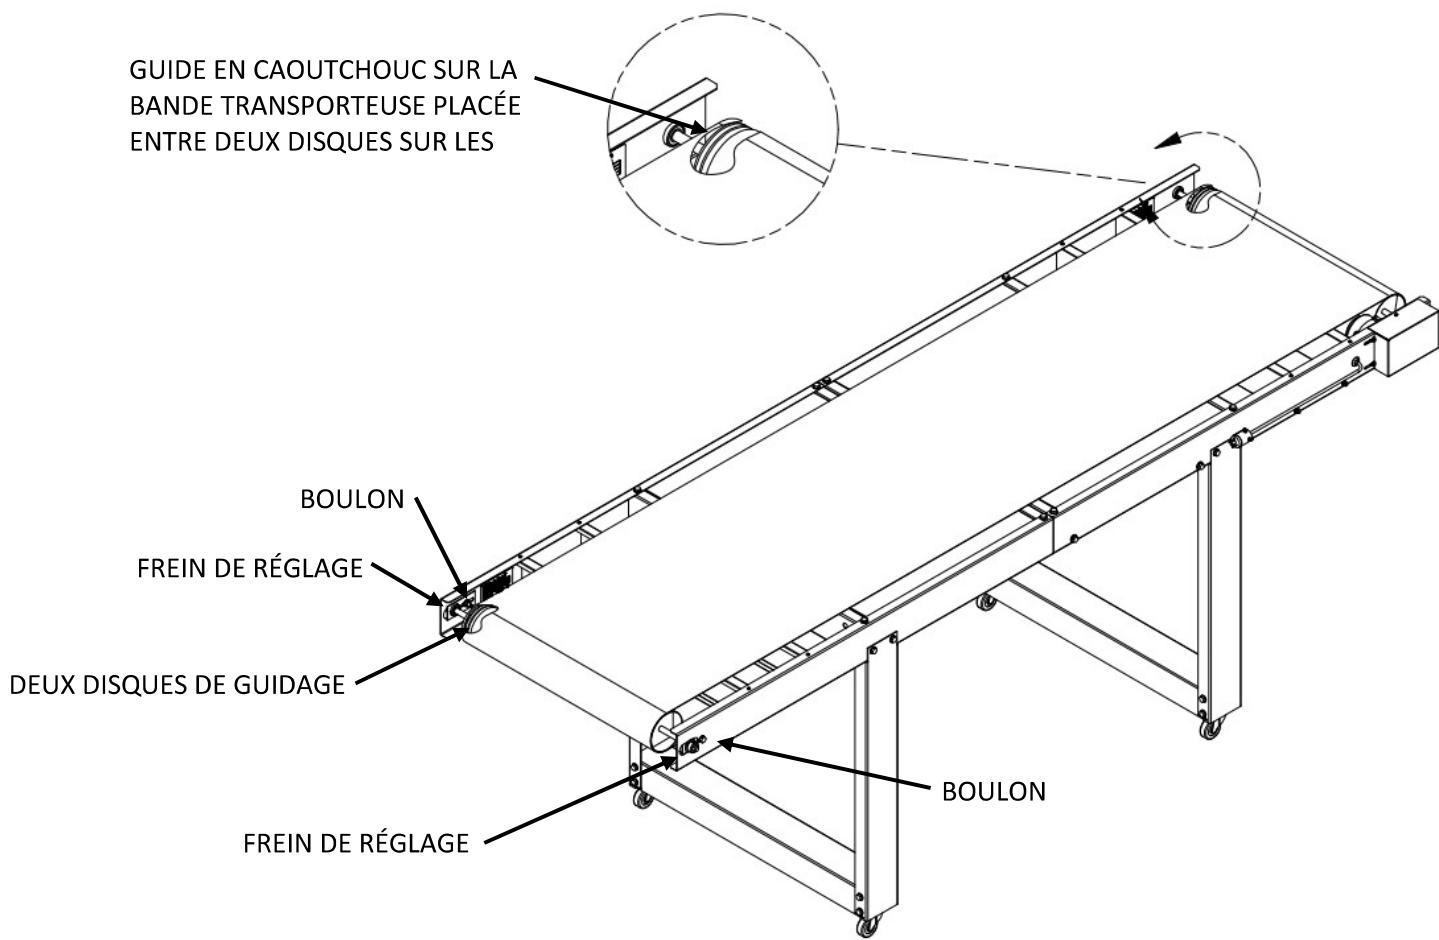

Figure 4
3. Posez la **BANDE TRANPORTEUSE** sur le **CONVOYEUR** en alignant le guide en caoutchouc de la **BANDE** avec les **GUIDES À ROULEAUX TruTrak** sur le **CONVOYEUR** (voir **Figure 4**).